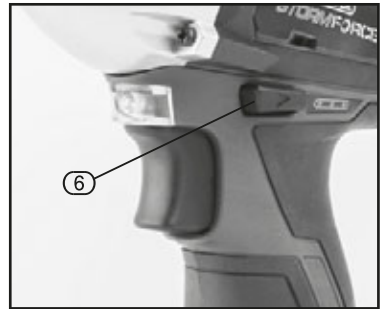

FIG.5
9.3 FORWARD/REVERSE SELECTOR - Fig. 5